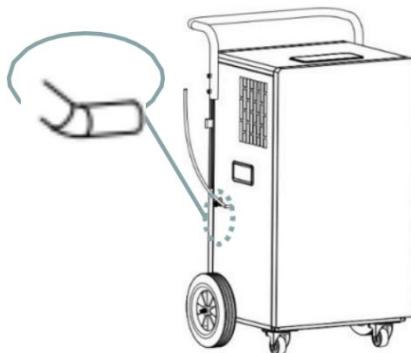

Fig. 2
3. Einfügen Die Ablauchschläuche mit Innendurchmesser von 5 mm in die Auslass der Wasserpumpe (Zugriff ist in jedem Winkel möglich). Wie in Abb. 2.